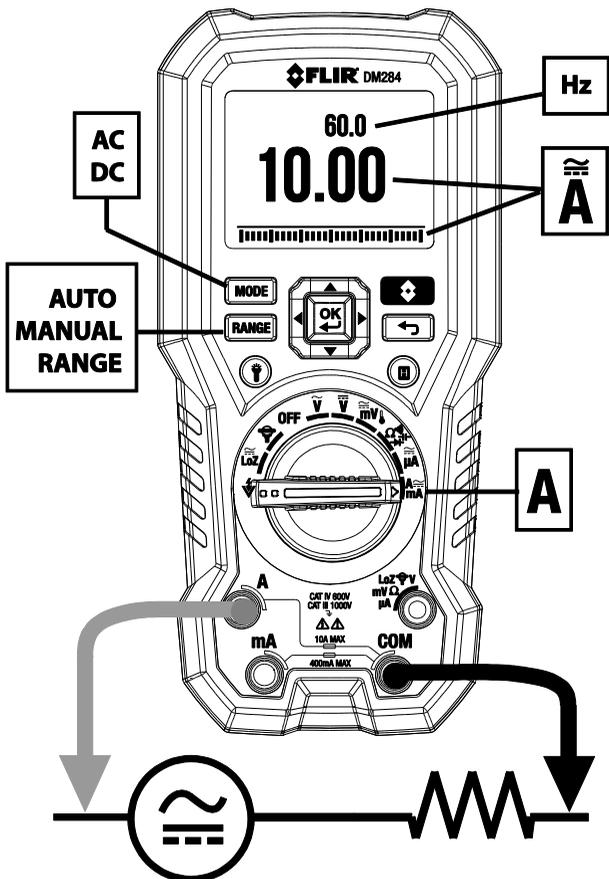
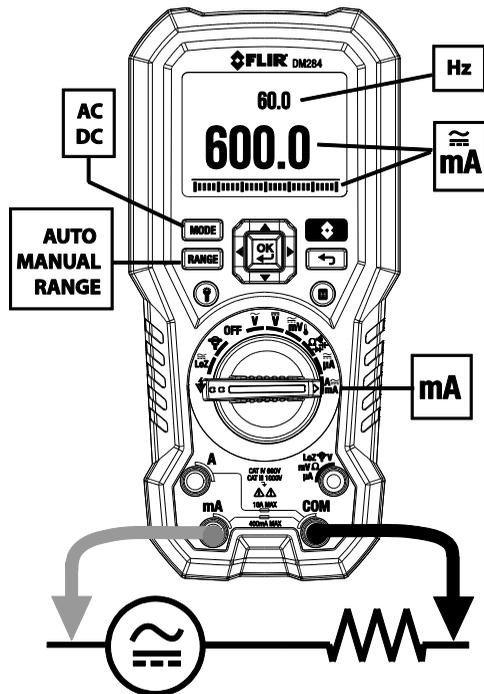
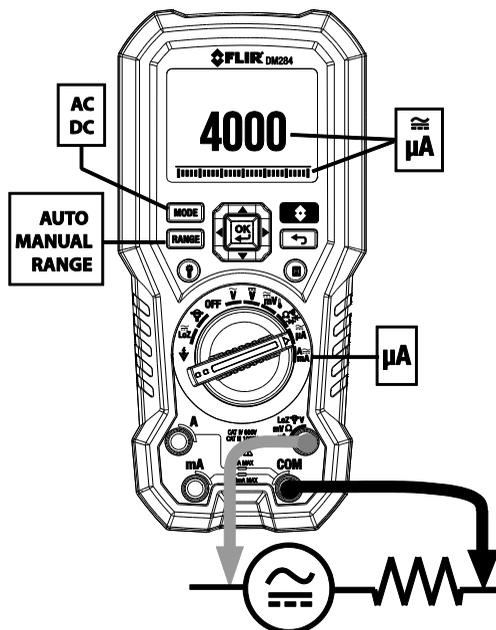

Fig. 7-9 Mesure de courant de haute intensité en A.
Fig. 7-10 Mesure de courant en mA
Fig. 7-11 Mesure de courant en μA
4. Connectez les cordons de mesure en série à la partie illustrée dans la **fig. 7-8** et la **fig. 7-9** pour les mesures en « A », à celle illustrée dans la **fig. 7-10** pour les mesures en mA, ou à celle illustrée dans la **fig. 7-11** pour les mesures en μ A.